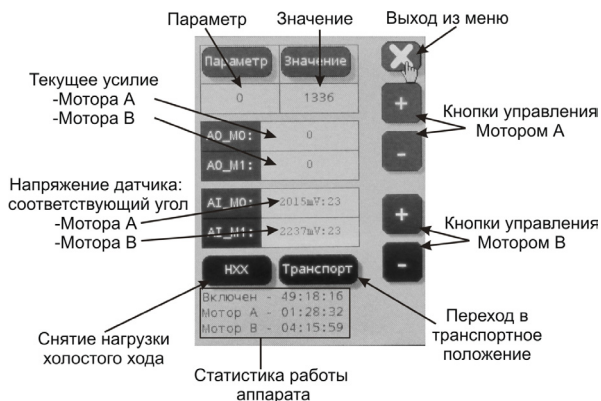

Рисунок 5.7 – Дисплей режима настройки системы
5.5 Дисплей режима настройки системы (меню установок и настройки Аппарата) (см. рис. 5.7):